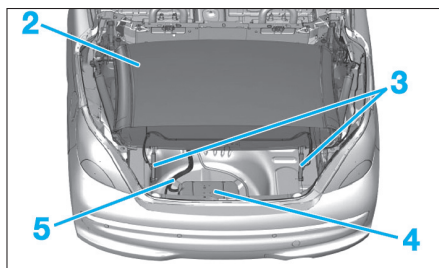

Fig. 145
Ranger le groupe hydraulique (4) et les vérins de couvercle supérieur de coffre (3) dans l'espace du toit replié (2) (Fig.145).